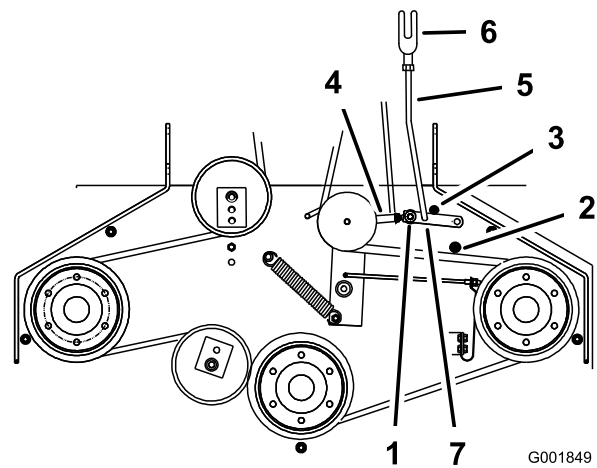

Figura 58
5. Asegúrese de que el brazo está en contacto con el tope trasero del brazo de la plataforma (Figura 58).
7. El brazo debe entrar en contacto con el tope delantero del brazo de la plataforma. Si no lo hace, la palanca acodada debe acercarse más al refuerzo (Figura 58).
8. Para ajustar el acoplamiento del brazo, retire el pasador de horquilla del brazo (Figura 58).
11. Instale el acoplamiento en el brazo y sujételo con el pasador de horquilla (Figura 58).